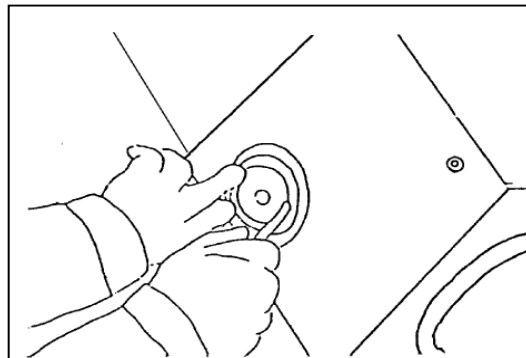

Fig. 4
- b. Met behulp van de handgreep van een tang dient de rest van de ring beetje bij beetje in de groef te worden geforceerd, zie fig.4.